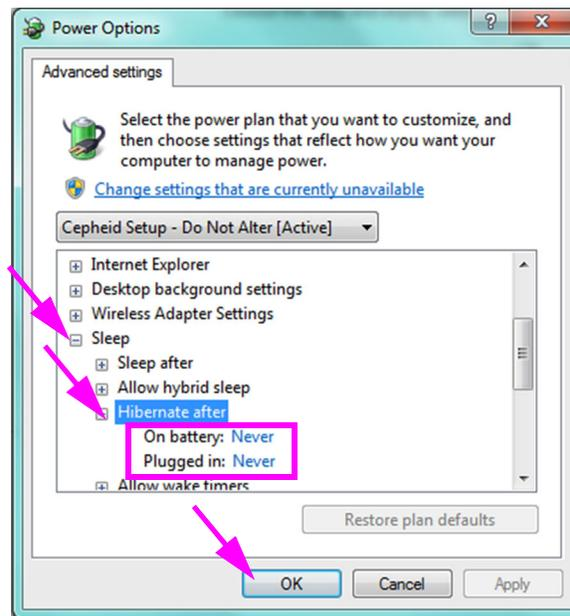
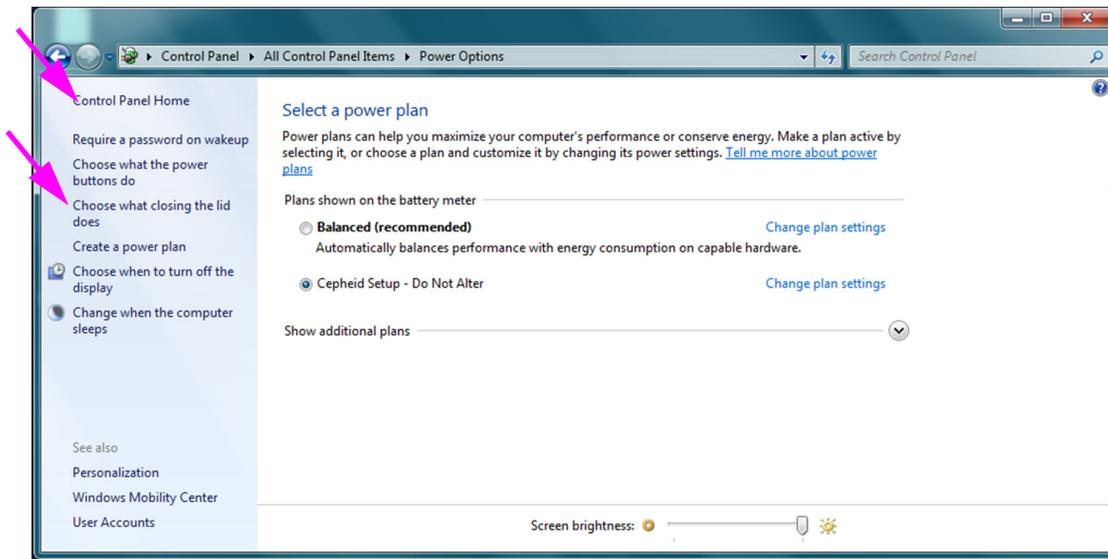

Figure 2-21. Fenêtre Power Options – Advanced settings (Options d'alimentation – Paramètres avancés)
Figure 2-22. Fenêtre Power Options (Options d'alimentation)
- Cliquez sur **Change advanced power settings (Modifier les paramètres d'alimentation avancés)** (cf. Figure 2-20). La fenêtre **Power Options – Advanced settings (Options d'alimentation – Paramètres avancés)** s'affiche. Voir Figure 2-21.
6. Dans la fenêtre Power Options – Advanced settings (Options d'alimentation – Paramètres avancés), double-cliquer sur **Sleep (Veille)** pour développer puis double-cliquer sur **Hibernate after (Mettre en veille prolongée après)**. Voir Figure 2-21.
- A. **Ordinateurs de bureau** : Vérifiez que la valeur **Setting (Paramètre)** est définie sur zéro (0) ou **Never (Jamais)**. Si ce n'est pas le cas, modifiez la valeur **Setting (Paramètre)** à zéro (0) ou **Never (Jamais)**.
- B. **Pour les portables uniquement** : Vérifiez que les valeurs **On battery (Sur la batterie)** et **Plugged in (Sur secteur)** sont définies sur **Never (Jamais)**. Si ce n'est pas le cas, cliquez sur **On battery (Sur la batterie)** et/ou sur **Plugged in (Sur secteur)**, puis utilisez les flèches vers le haut/vers le bas pour définir leurs valeurs sur zéro (0) dans l'option sélectionnable.
8. Cliquez sur **Cancel (Annuler)** pour fermer la fenêtre Edit Plan Settings (Modifier les paramètres du plan). La fenêtre Power Options (Options d'alimentation) s'affiche (voir la Figure 2-22).